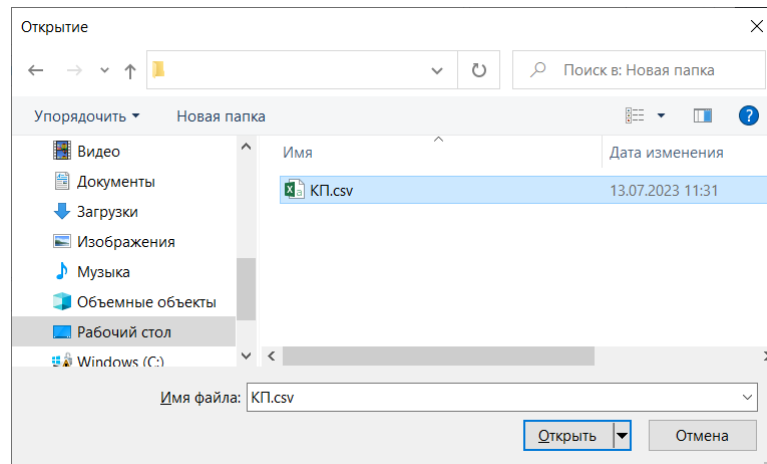

Рис. 102 Выбор csv-файла
3. Выбрать в окне проводника нужный csv-файл и нажать «Открыть», см. Рис. 102.